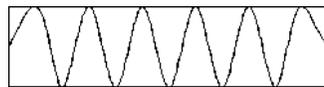

图 1-69 定距等分实例
**【实例 1-28】** 绘制一个 100 mm×25 mm 的矩形。在矩形中绘制一个样条曲线,样条曲线顶点间距相等,右端点切线与垂直方向的夹角为 135°,完成后的图形如图 1-69 所示。